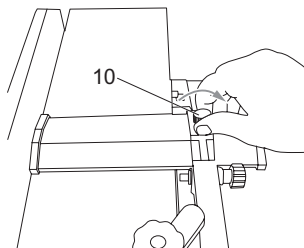

Fig. 22
- > Afloje la perilla de bloqueo de la protección de la cuchilla (10) (gírela en sentido antihorario). (Fig. 22)